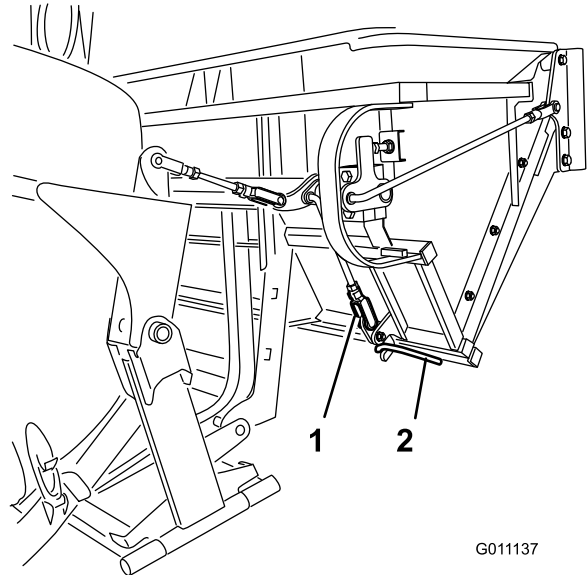

Bild 43
4. Stellen Sie sicher, dass die Riegel ganz einrasten und die Riegelstange berühren, die an der Klappe angeschweißt ist (Bild 43).